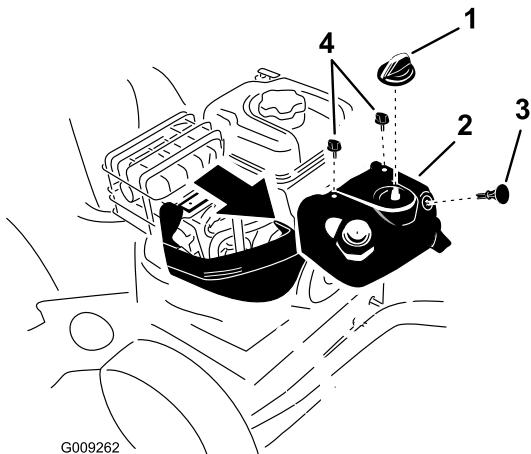

Рисунок 51
Примечание: Для доступа к свече зажигания сначала снимите верхний колпак сборника снега (Рисунок 51).
- Снимите ручку заслонки и ключ зажигания (Рисунок 51).
- Выверните 2 винта, которые крепят верхний колпак сборника снега к снегоочистителю (Рисунок 51).